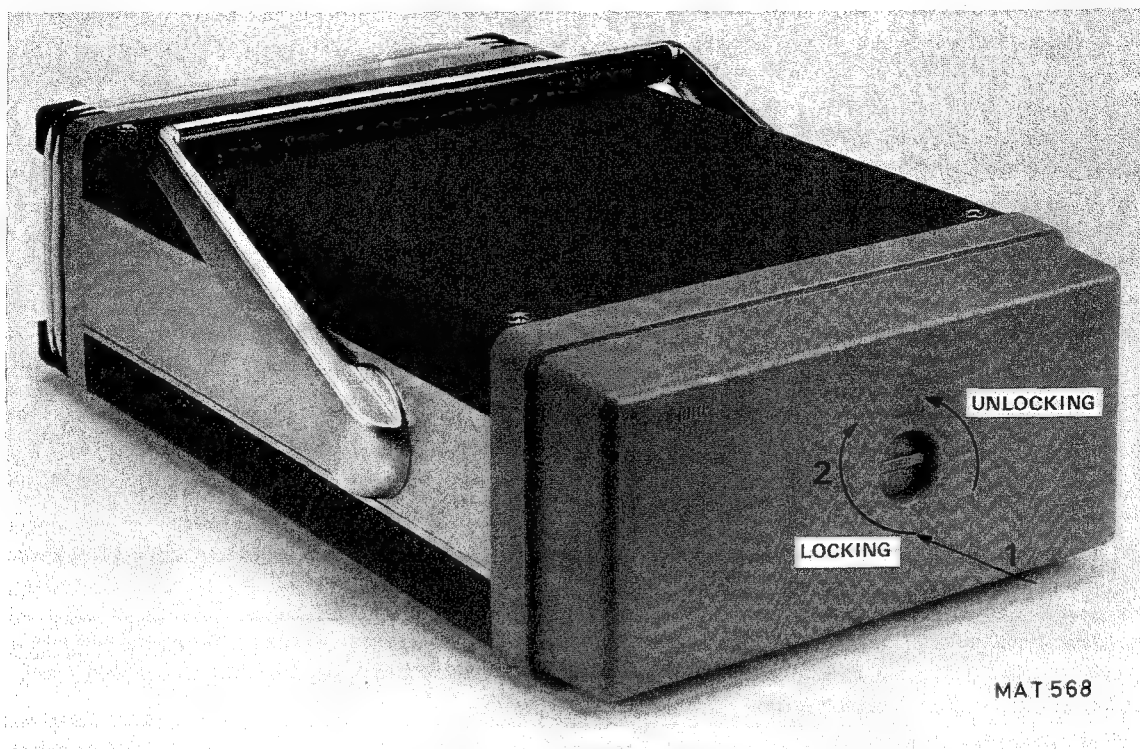

Fig. 2.1. Dépose du couvercle frontal
2.2. DEMONTAGE ET MONTAGE DU COUVERCLE AVANT (voir Fig. 2.1.)